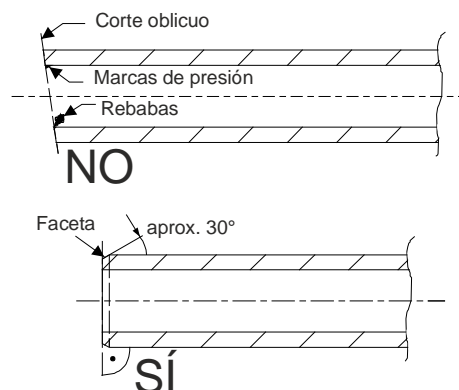

Fig. 22 Corte del tubo
- Los tubos se cortarán con un cortatubos a la medida adecuada. Los cortes deben realizarse en ángulo recto respecto al eje del tubo. Deben retirarse las rebabas que pudieran aparecer (**Fig. 22**).
- Los extremos de cada segmento de tubo deben achaflanarse ligeramente con una herramienta adecuada, por ejemplo, un pelatubos (faceta), **Fig. 22**.